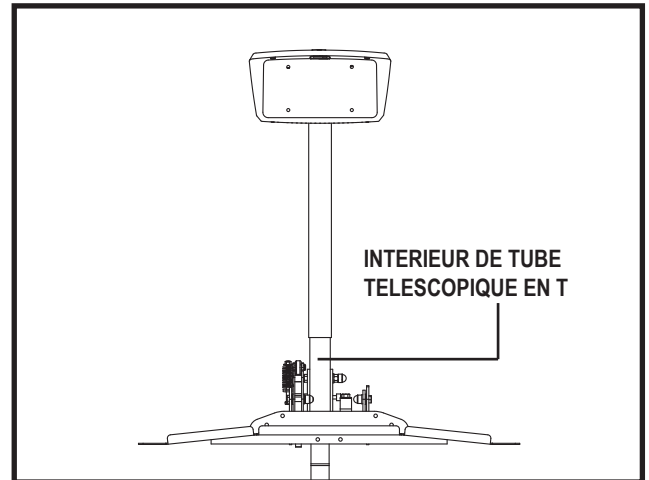

Figure 24. Entretien de la structure de l'appareil de levage
- Nettoyez et lubrifiez l'intérieur du tube télescopique en T. Utilisez une graisse toute saison au lithium seulement. **Voir la figure 24.**